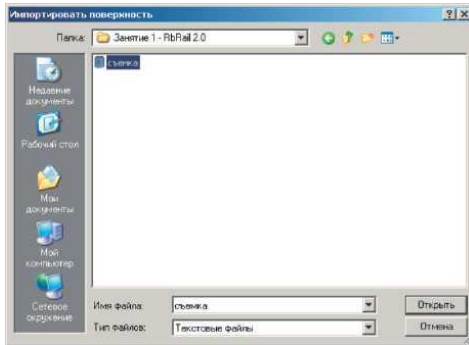

Рис.2. Загрузка съемочных точек
4. Используя мастер импорта точек загрузить съемочные точки из файла в формате dxf (рис.2).